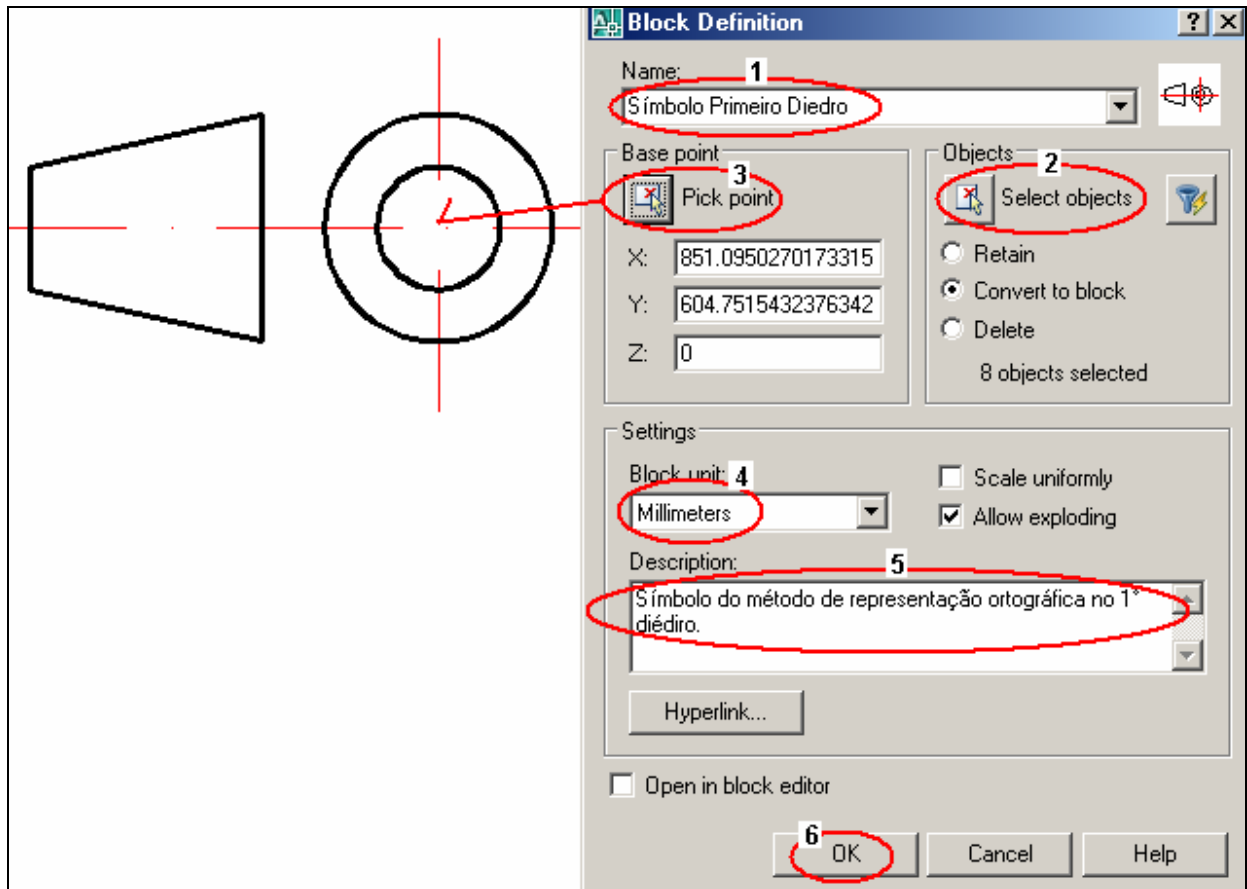

Figura 11.7: Janela definição de bloco.
3. Na janela Definição de Bloco mostrada na figura 11.7: